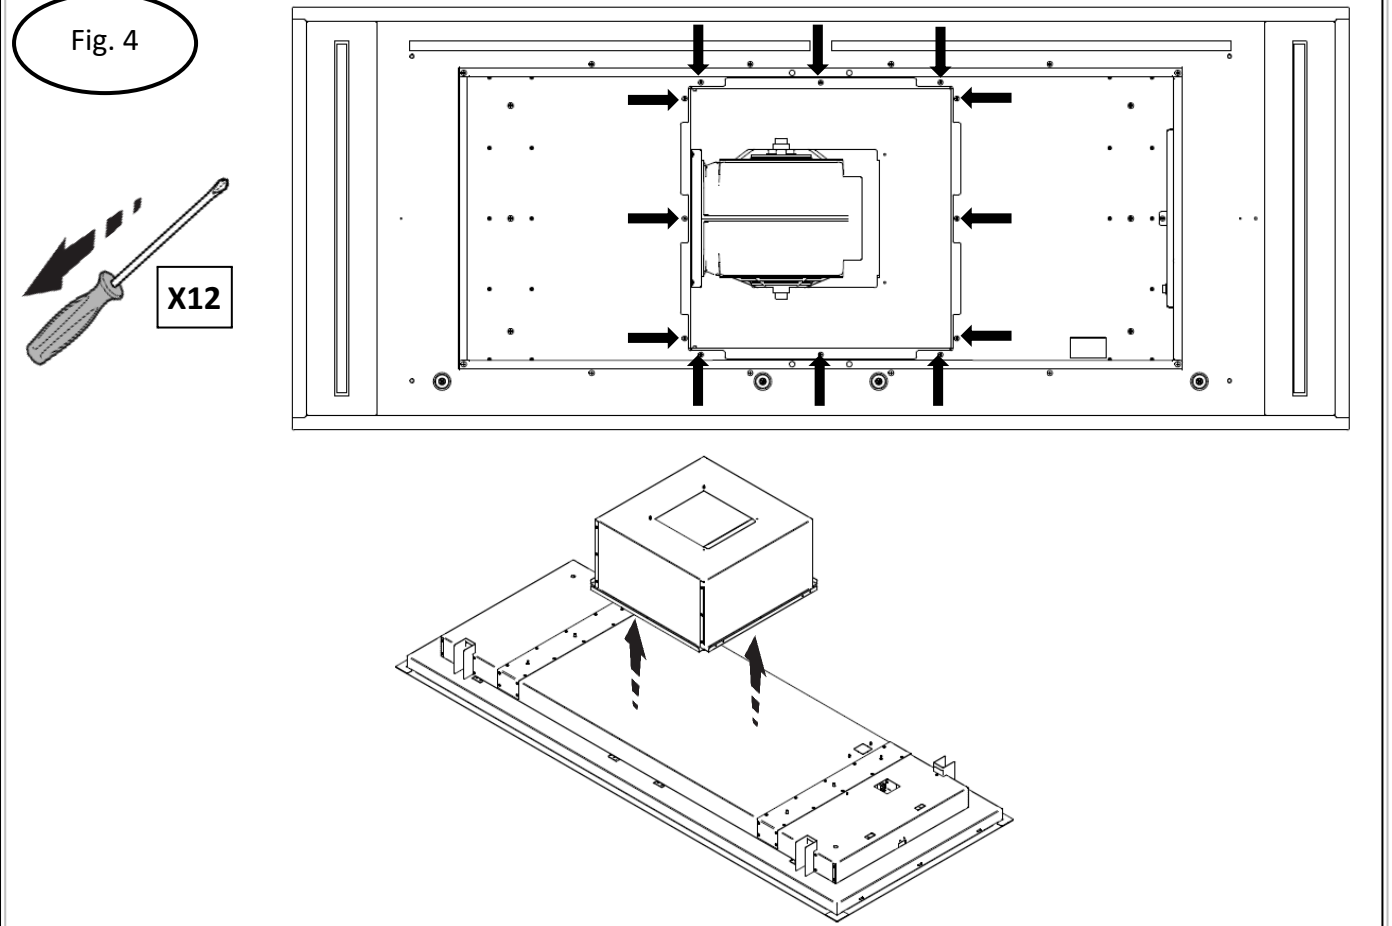
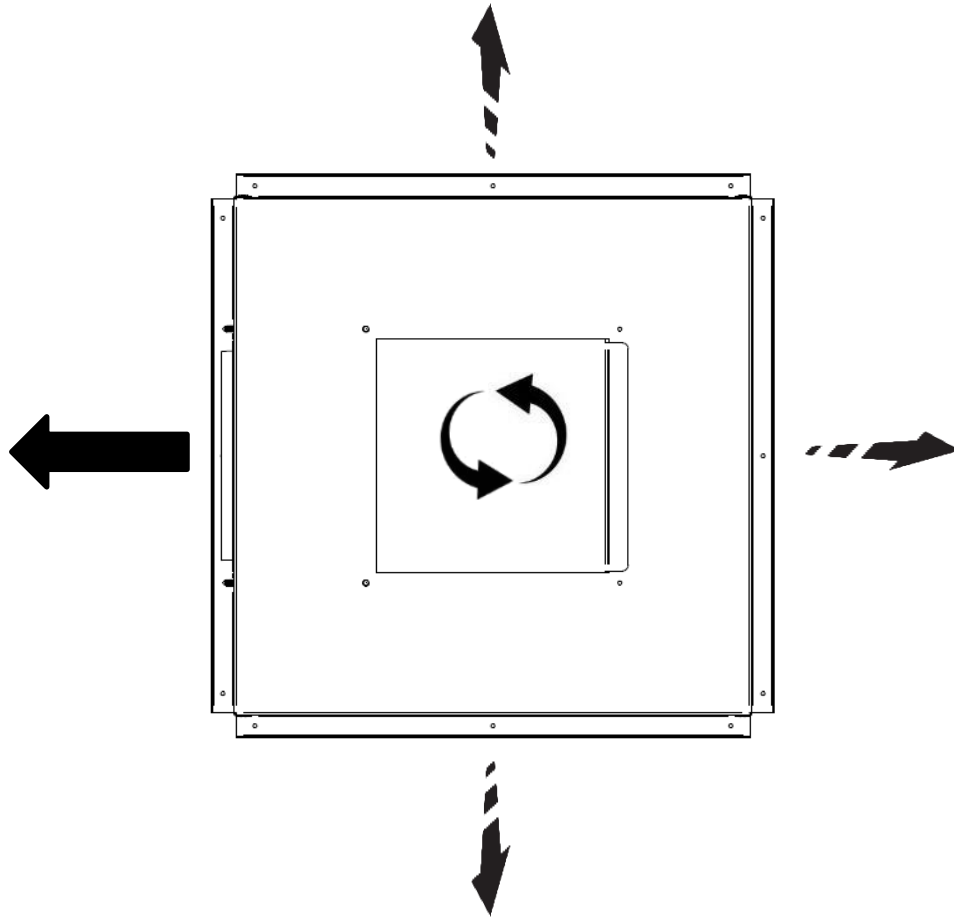

Fig. 5
Fig. 6
- Le boîtier de la soufflerie peut être tourné à 360° afin que le flux d'air puisse être ventilé dans l'une des 4 directions (fig.5). Il est également possible d'avoir la sortie d'air en haut du boîtier de la soufflerie. Dans ce cas, il faut dévisser les vis de la plaque supérieure et celles qui fixent la soufflerie, puis changer la position de la soufflerie comme indiqué sur la figure 6, en remontant la plaque supérieure du côté précédemment occupé par la sortie de la soufflerie (fig.6).